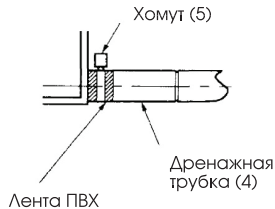

Рис. 2
- Место вокруг блока должно вентилироваться (см. рис. 2)
(Рис. 2)
даться меньше чем в 4 мм от шланга (см. рис. 2,3).